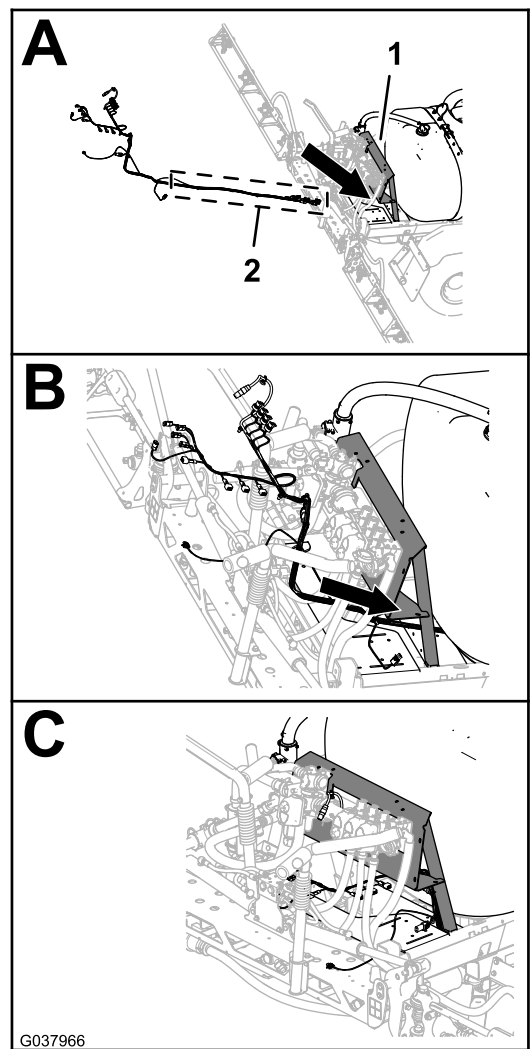

图102
2. 将新电气线束的 168cm 支管铺设在阀门安装架与歧管安装架的右托架之间图102。